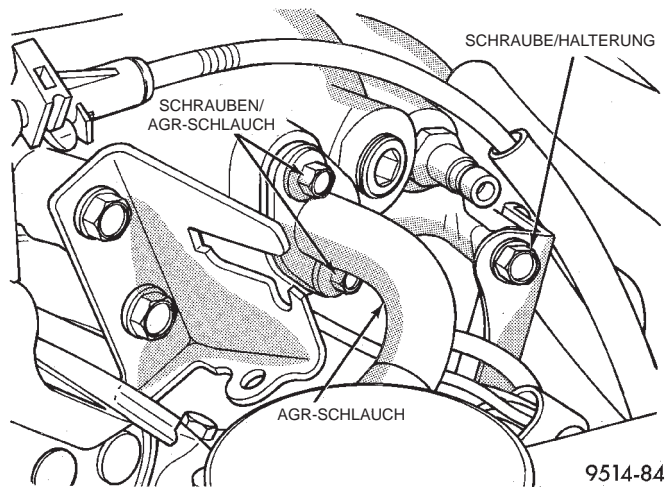

Abb. 38 AGR-Schlauch und Schraube der rechten Halterung des Ansaugluftsammlers
(11) AGR-Schlauch vom Ansaugluftsammler abbauen (Abb. 38).
(12) Schraube der Halterung des Ansaugluftsammlers hinter dem AGR-Schlauch lösen (Abb. 38).
(13) Die Schrauben lösen, mit denen das Oberteil des Ansaugluftsammlers befestigt ist, und Ansaugluftsammler abnehmen.
(14) Zündkabel beim Abziehen immer oben am Zündkerzenstecker festhalten. Den Zündkerzenstecker um 180 Grad drehen und mit einer gleichmäßigen Bewegung gerade nach oben ziehen.
(15) Vor dem Ausdrehen der Zündkerzen den Bereich um die Zündkerzenöffnungen herum mit Druckluft sauberblasen.
(16) Zündkerze mit einem Zündkerzenschlüssel von guter Qualität (mit Gummi- oder Schaumstoffeinsatz) herausdrehen.
(17) Zündkerze prüfen. Näheres hierzu siehe Abschnitt "Zustand der Zündkerzen" in diesem Kapitel.